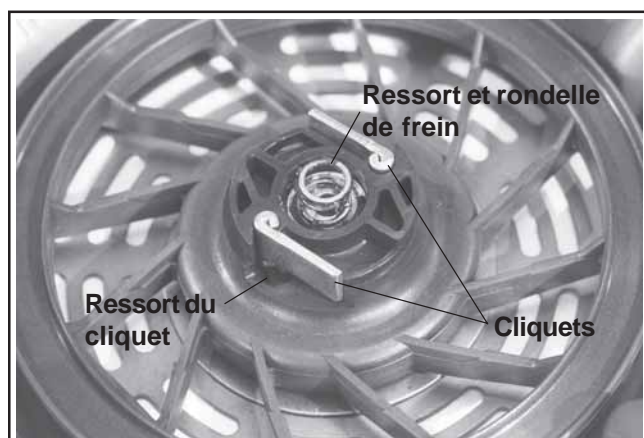

Figure 7-5. Ressort de frein, rondelle et cliquets.
3. Retirer le ressort et la rondelle de frein. Voir la Figure 7-5.